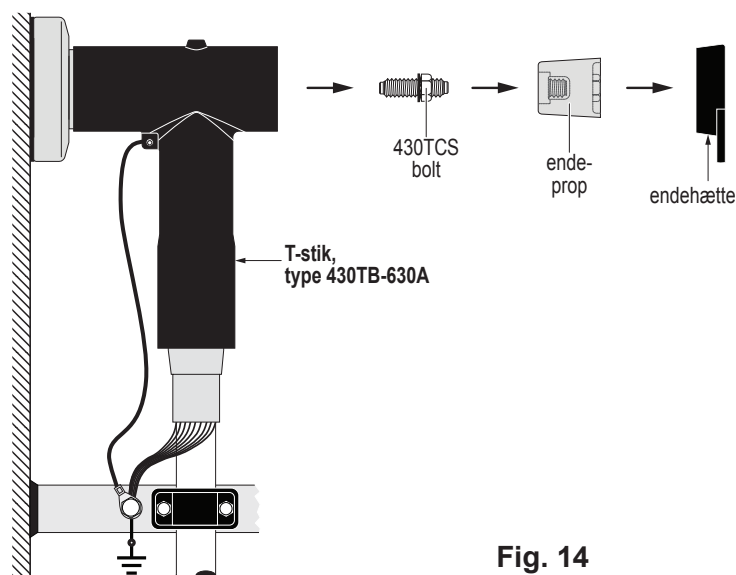

Fig. 14
17) Det kontrolleres, at stikhuset vender rigtigt i forhold konus, hvorefter det skubbes ned over kabelsko og feltstyringselement, indtil kabelskoens hul sidder i centrum. Skruenkabelsko har en reces, der holder kabelskoens på plads i stikhuset, se fig. 14. Pas på, at feltstyringselementet ikke forskubbes i denne proces.
18) Fjern først endehætten, derefter endeproppen og til sidst bolten (22 mm top) fra stikhuset. Se fig. 14